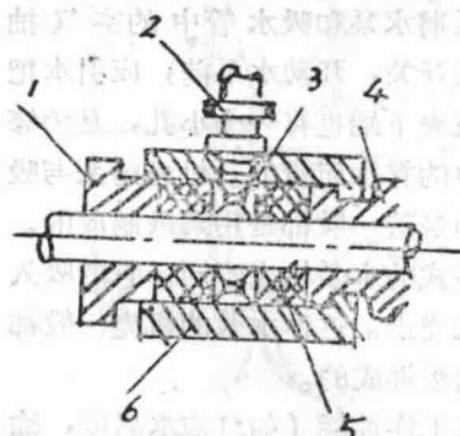

图 14
(5) 填料压盖：填料压盖是由铸铁制成的。它能调节填料的松紧(图14)。
(6) 阻水环：阻水环也叫“口环”或“摩擦环”。它的作用是减少由翼轮压水室漏回至翼轮吸水室的水量，也就是增高水泵的效率，并防止机壳和翼轮互相摩擦。它是用铸铁或青铜制成的。为保持水泵的效率及便于修理起见，阻水环有用活动装置或可调换的。